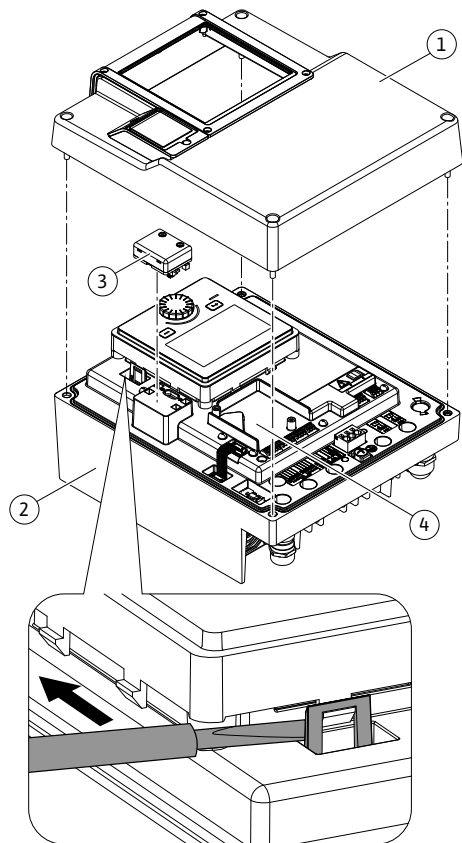
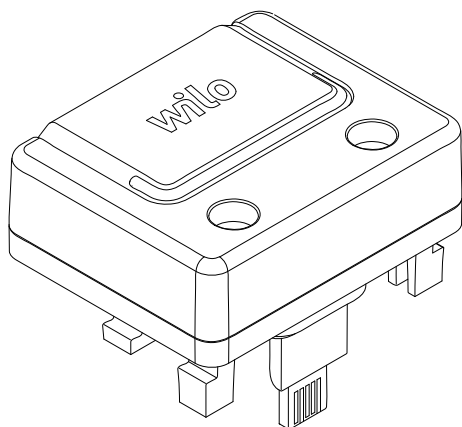

Fig. 25: Módulo electrónico
Fig. 26: Módulo Wilo-Smart Connect BT
1. Abra los ganchos (Fig. 25) con cuidado utilizando una herramienta (p. ej. destornillador).
La interfaz Bluetooth del módulo Wilo-Smart Connect BT (Fig. 25, Pos. 3 y Fig. 26) sirve para la conexión a terminales móviles, como smartphones y tabletas. En la aplicación Wilo-Assistant está la función Wilo-Smart Connect. Con la función Wilo-Smart Connect se puede manejar y ajustar la bomba y se pueden leer sus datos. Véanse los ajustes en el capítulo «Puesta en marcha» [► 49].
1. Afloje los cuatro tornillos de la parte superior del módulo electrónico (Fig. 25, Pos. 1; Fig. 1, Pos. 2).
3. Inserte el módulo Wilo-Smart Connect BT en la interfaz Wilo-Connectivity prevista. Véase la Fig. 25, Pos. 3.
Los módulos CIF (accesorios) sirven para la comunicación entre las bombas y la gestión técnica centralizada. Los módulos CIF se insertan en el módulo electrónico (Fig. 25, Pos. 4).